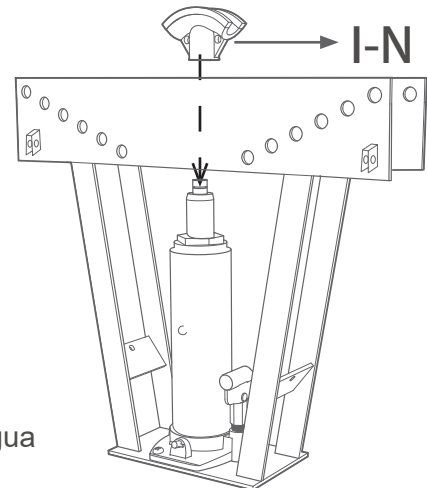

Imagen 1.
2. Elija un patín de sujeción apropiado en referencia a la marca indicada sobre cada uno de ellos. Coloque el patín de sujeción elegido debajo del extremo del pistón (2) del gato hidráulico (H). Ver imagen 1.